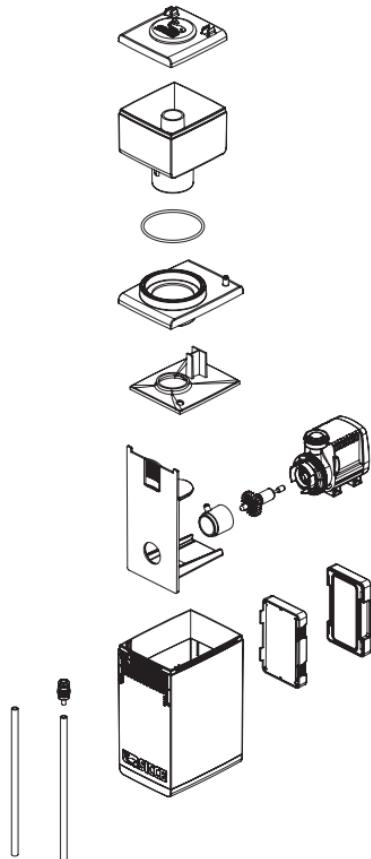

図 1
1) マグネット・ホルダー:ガラス厚15mmまで対応(図1)。